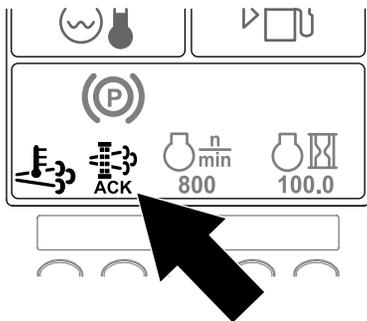

Figure 59
10. L'InfoCenter affiche l'écran d'accueil et l'icône de confirmation de la régénération (Figure 59) apparaît en bas à droite de l'écran pendant le processus de régénération.